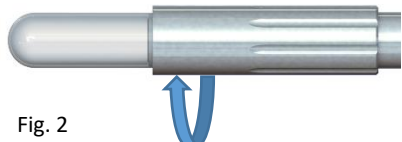

Fig. 2
- 2- Rosquear a camisa até o limite do tubo da bainha no sentido anti-horário (fig.2);